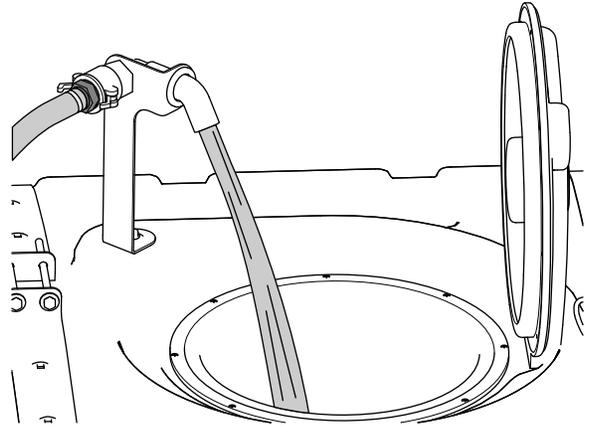

Figura 27
5. Añada  $\frac{3}{4}$  de la cantidad de agua necesaria al depósito de fumigación (Figura 27).